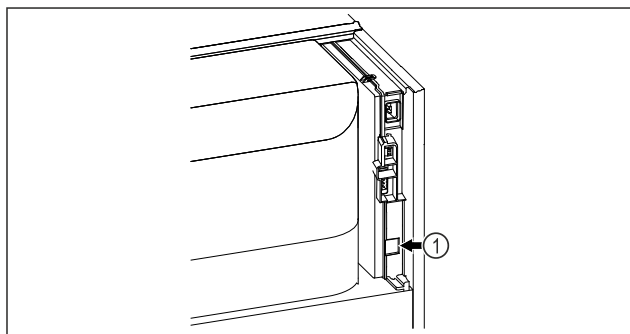

Fig. 167
- Se utiliza SmartModule Fig. 167 (1).